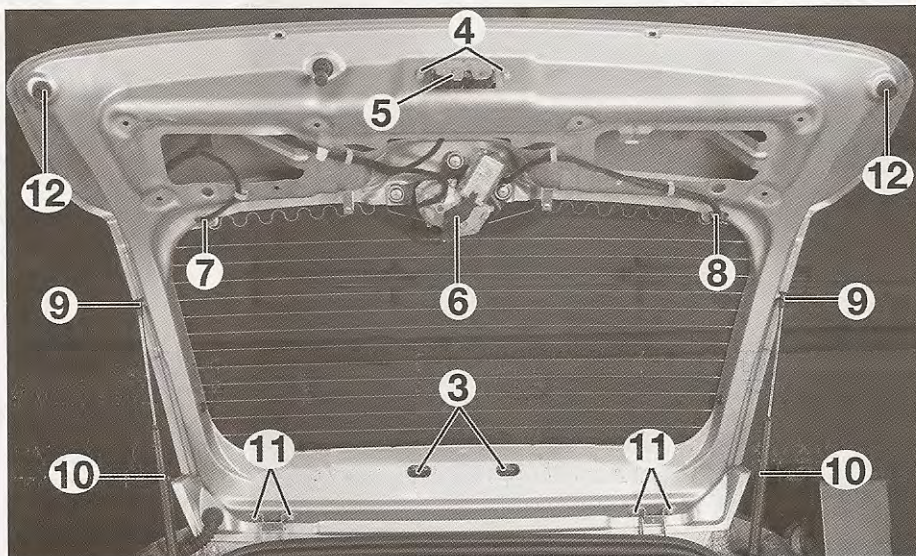

FIG. 54
- los tapones (3) de los clips de la tercera luz de stop (fig. 54).
- Desmontar los tornillos de fijación (4) del mecanismo de la cerradura (5).